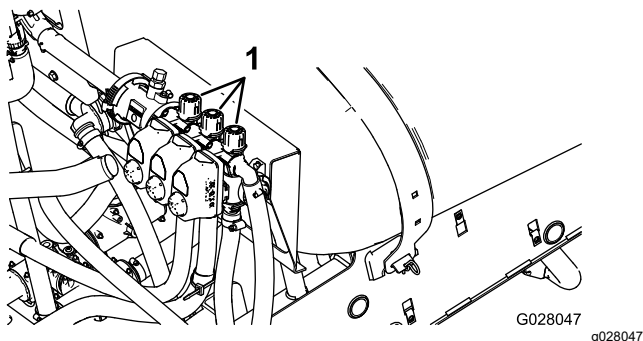

Figura 70
2. Treceți comutatorul pentru secțiunea din stânga în poziția Oprit și reglați supapa de bypass pentru secțiunea din stânga (Figura 70) până când valoarea presiunii ajunge la nivelul reglat anterior (de regulă 2,75 bar).
4. Reglați supapa de bypass pentru secțiunea din dreapta (Figura 70) până când valoarea presiunii ajunge la nivelul reglat anterior (de regulă, 2,75 bar).
6. Reglați supapa de bypass pentru secțiunea din centru (Figura 70) până când valoarea presiunii ajunge la nivelul reglat anterior (de regulă, 2,75 bar).